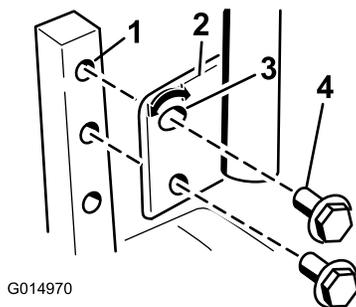

Figure 23
1. Retirez les 2 boulons qui fixent le levier de commande à l'arbre du bras de commande (Figure 23).
3. Fixez le levier avec les 2 boulons (Figure 23).
2. Desserrez le boulon inférieur jusqu'à ce qu'il soit possible de faire pivoter le levier de commande en avant ou en arrière (Figure 23). Serrez les deux boulons pour fixer la commande à sa nouvelle position.